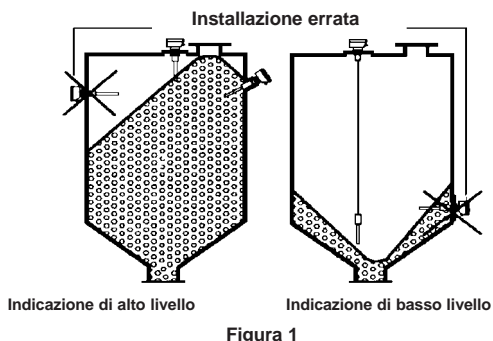

Figura 1
1. Installare l'apparecchio in una zona in cui sia possibile rilevare le variazioni di livello, tenendo in considerazione la formazione di archi o cavità del prodotto. Vedere **Figura 1**.
2. Installare i sensori rigidi in modo che l'angolo di inclinazione sia maggiore rispetto all'angolo di pendenza del prodotto utilizzato (oppure per applicazioni di alto livello con montaggio verticale). L'accumulo di prodotto sul sensore impedirà all'apparecchio di iniziare a vibrare, eliminando così l'effetto "autopulente" che può portare ad uscite errate quando il livello diminuisce. Vedere **Figura 1**.